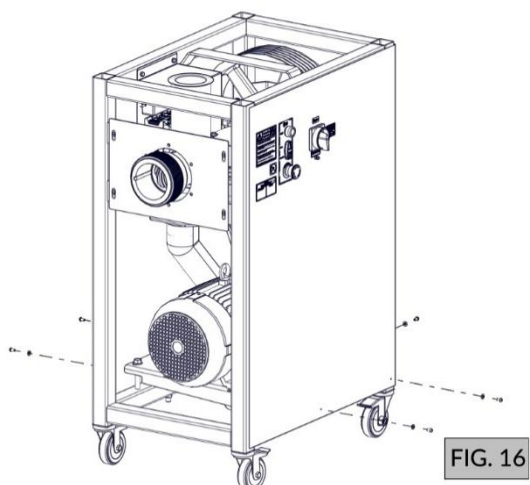

FIG. 16
9. Desconecte os botões da chaparia e solte o restante dos parafusos (FIG. 16). Retire a chaparia lateral puxando para trás (FIG. 17);